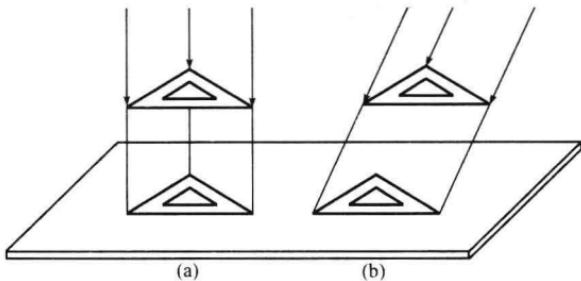
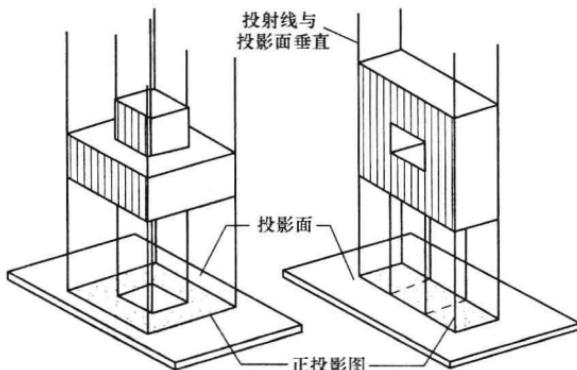
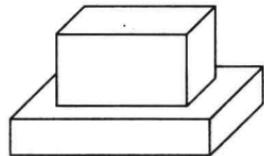

图 1-4 平行投影
图 1-5 正投影图
图 1-6 斜轴测图
(2) 平行投影。投影中心  $S$  在无限远处发出的投射线按一定的投影方向平行投射下来的时候, 求作的投影称为平行投影。假设光源在无限远处, 投影线互相平行, 这时投影的大小与形体到光源的距离无关, 如图 1-4 所示。
1) 正投影。平行投影中投射线与投影面垂直时的投影称为正投影, 正投影也称为直角投影, 如图 1-4(a)所示。采用正投影法, 在三个互相垂直且平行于物体主要侧面的投影面上所作出的物体投影图, 称为正投影图, 如图 1-5 所示。该投影图能够较真实地反映出物体的形状和大小, 即度量性好, 多用于绘制工程设计图和施工图。
2) 斜投影。投射线与投影面斜交时的投影称为斜投影, 如图 1-4(b)所示。用斜投影法可绘制斜轴测图, 如图 1-6 所示。投影图有一定的立体感, 作图简单, 但不能准确地反映物体的形状, 视觉上变形和失真, 只能作为工程的辅助图样。